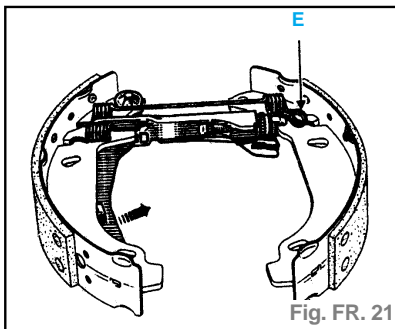

Fig. FR. 21
- Accrocher l'épingle (E) et réarmer le levier de frein à main (fig. FR. 21).